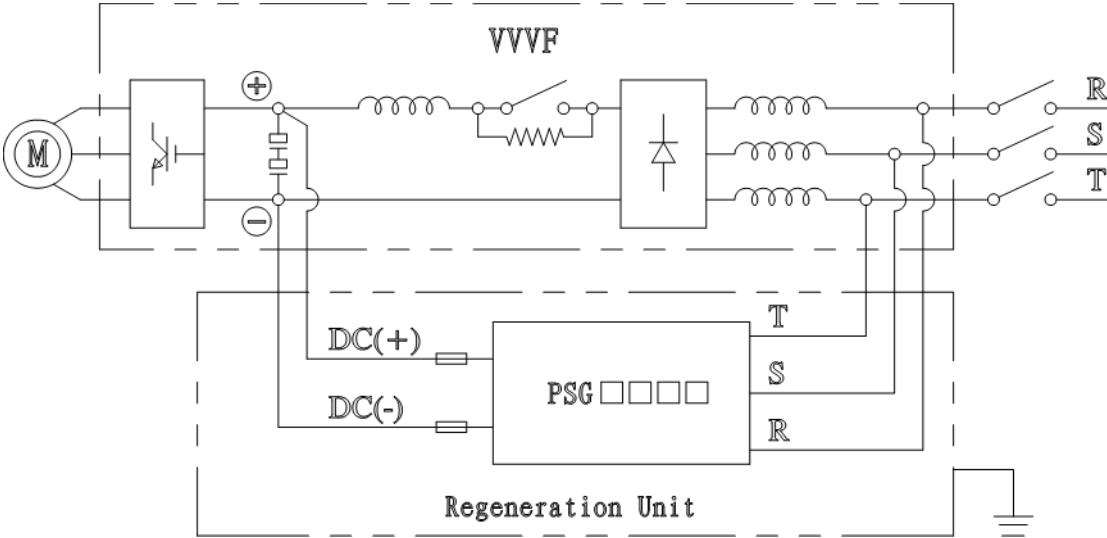
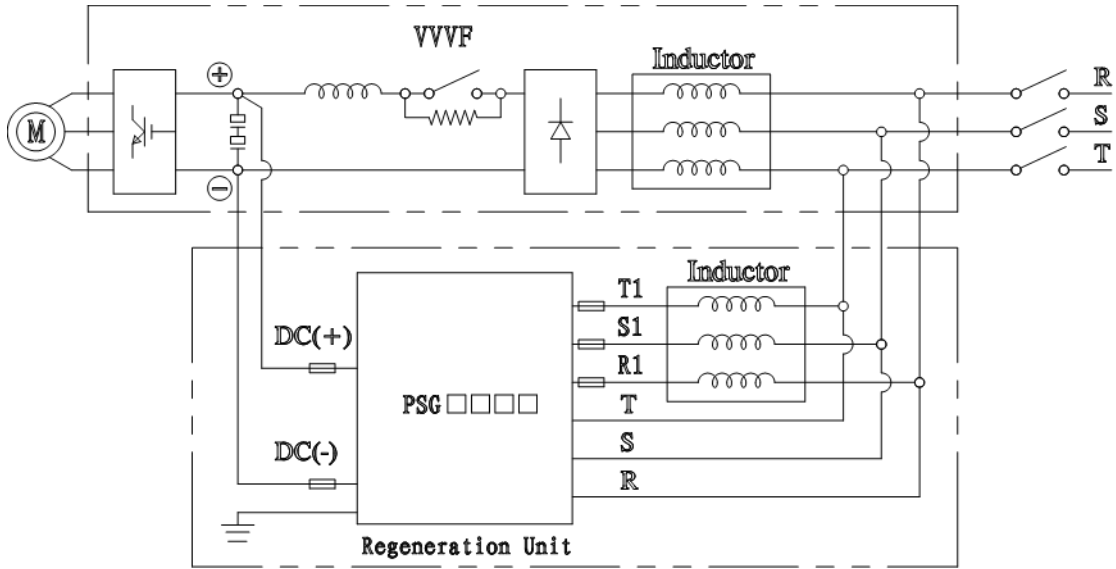

图 4-3 C1、C2、C3、C4 机箱能量回馈装置与变频器主回路接线原理图
图 4-4 C5、C6 机箱能量回馈装置与变频器主回路接线原理图
R、S、T	三相电网同步信号接线端子。接法参见图 4-4。
R1、S1、T1	三相电抗器输出接线端子。接法参见图 4-4。
2、能量回馈装置与变频器主回路接线原理图，如图 4-3、图 4-4 所示。